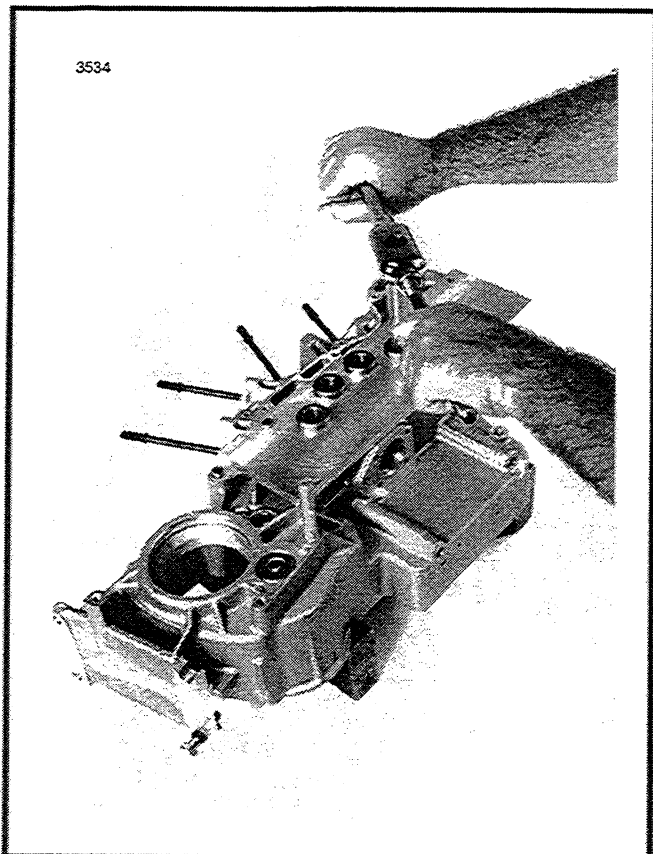

Figure 3-57. Alésage d'une bague de pignon à came dans le demi-carter droit
- Voir Figure 3-57. Placez le GUIDE D'ALESOIR DE BAGUE DE PIGNON A CAME (réf. HD-38871) du côté boîtier de distribution du demi-carter ; les trous-guides en haut à droite et en bas à gauche doivent être mis sur les plots de positionnement du demi-carter. Passez les deux boulons fournis avec le guide dans les deux autres trous et vissez les dans le carter. Serrez bien.